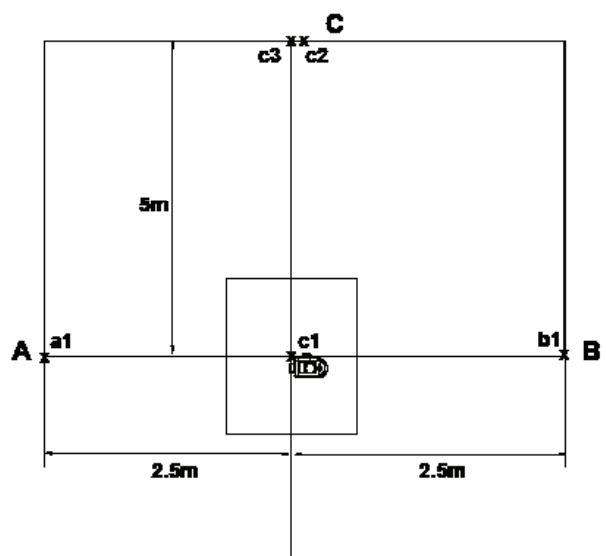

figura 8
6) Sul muro C, marcare il centro del raggio verticale laterale come punto c3, alla stessa altezza del punto c2 (vedi figura 8).